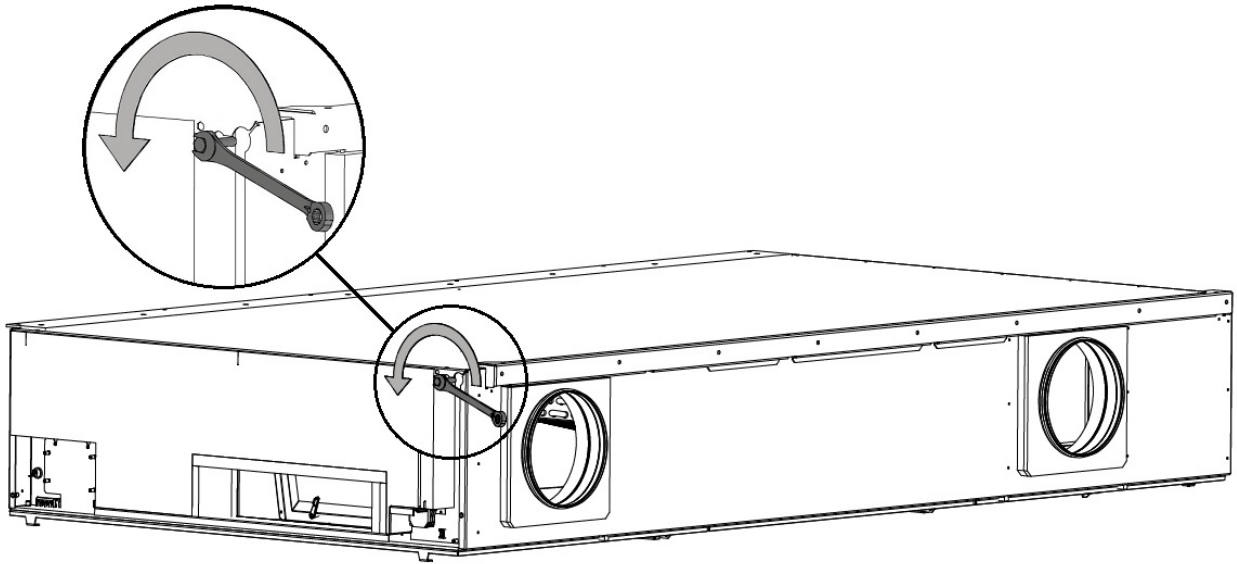

Figur 5: Demontera sidokåpan, höger sida
2. Demontera höger sidokåpa, se Figur 5. Placera kåpan försiktigt på ett skyddande underlag för att undvika repor på ytan.